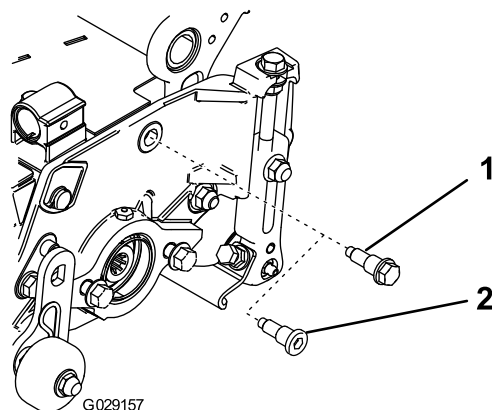

Figura 7
1. Sustituya el perno de cuello largo existente por un nuevo perno de cuello largo, tal y como se muestra en la Figura 7, antes de instalar el motor del molinete.